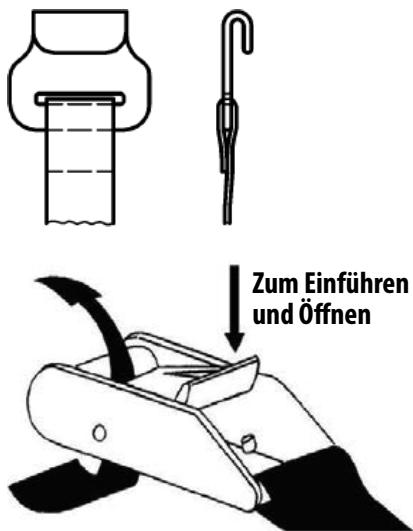

Bild 1: D2
- Während des Gebrauchs müssen Flachhaken (siehe D2 in Bild 1) mit der gesamten Breite im Hakengrund aufliegen.
- 40°C bis + 80 °C für Polypropylen (PP);